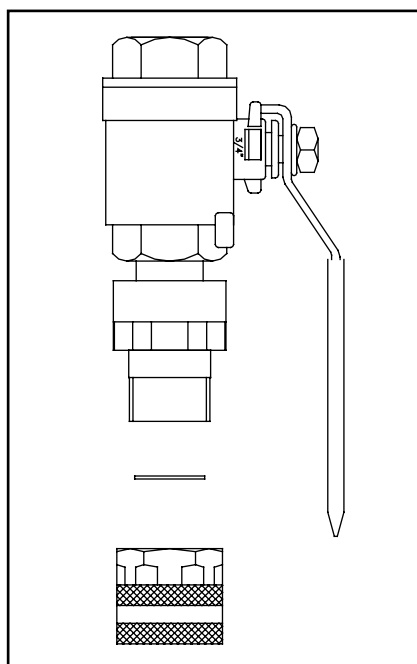

Fig. 8
### 2.1 Filtre (fig. 8)
4. Démontez le filtre situé entre le raccord d'entrée et le reniflard (fig. 8), puis trempez-le dans une solution de dissolvant pour calcaire jusqu'à ce que le calcaire soit dissout.